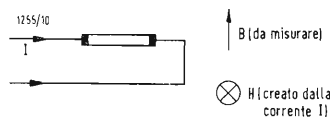

Fig. 6 - Realizzazione di un magnetometro di precisione.
4) Effetti termoelettrici parassiti [1]. Contemporaneamente alla d.d.p. U ai capi degli elettrodi di Hall si manifesterà una differenza di temperatura (effetto Ettingshausen) fig. 6.